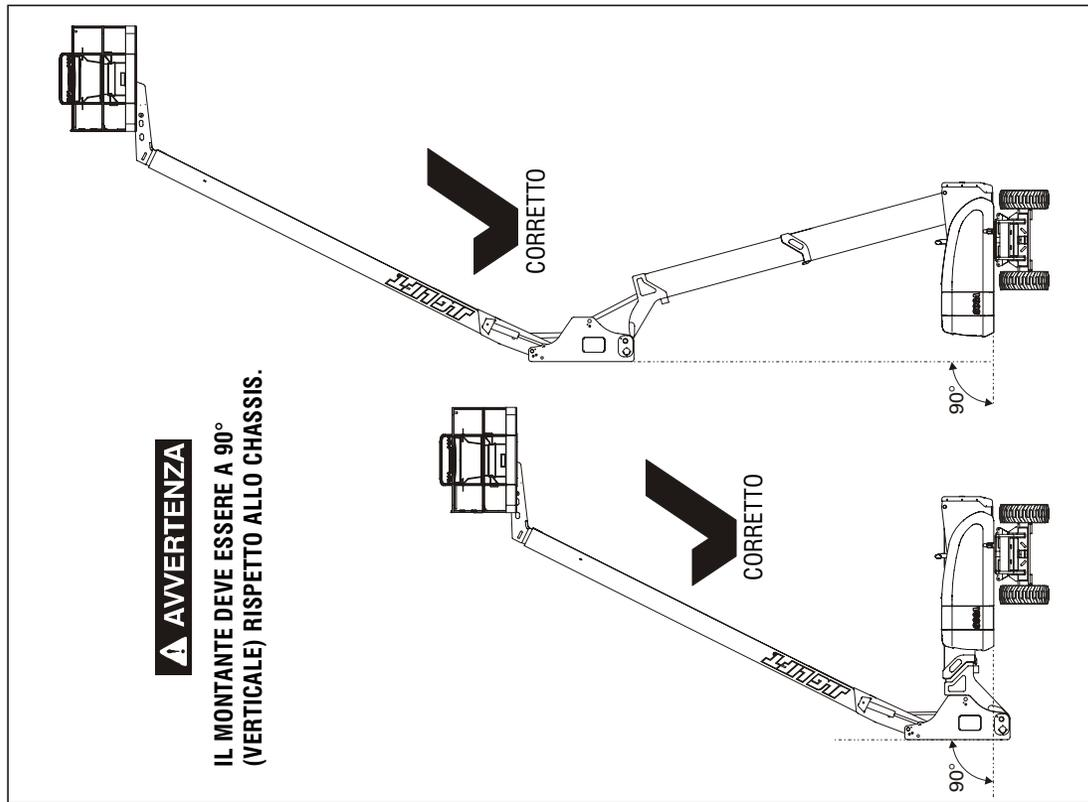
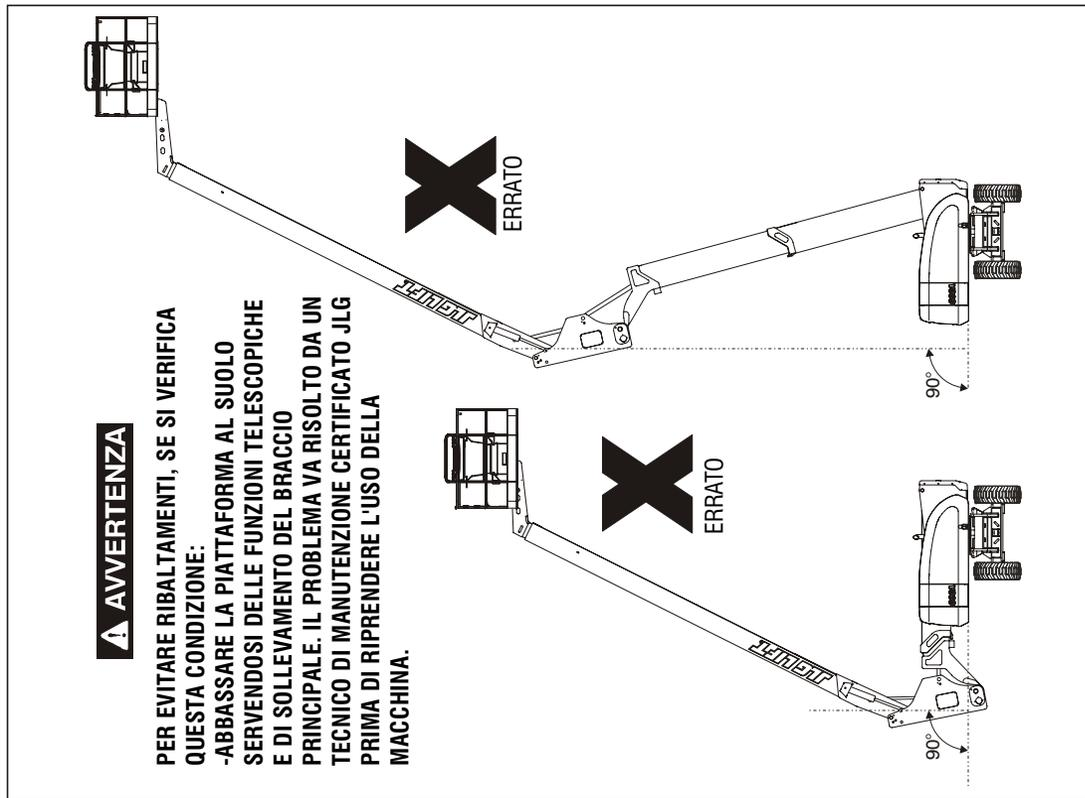

Figura 2-9. Posizionamento del montante del braccio - corretto
Figura 2-10. Posizionamento del montante del braccio - errato
- 43. **Montante** - in posizione verticale rispetto allo chassis. Vedi Figura 2-9. e Figura 2-10. Se il montante non è allineato, non usare la macchina fino a quando non è stato sincronizzato come da Sezione 4.16.
- c. Sollevare il braccio di base a torre di circa 40 gradi, quindi riabbassarlo al di sotto della posizione orizzontale. Mentre si solleva ed abbassa il gruppo braccio a torre, osservare la posizione del montante. Assicurarsi che il montante resti in posizione verticale rispetto allo chassis. Vedi Figura 2-9. e Figura 2-10.